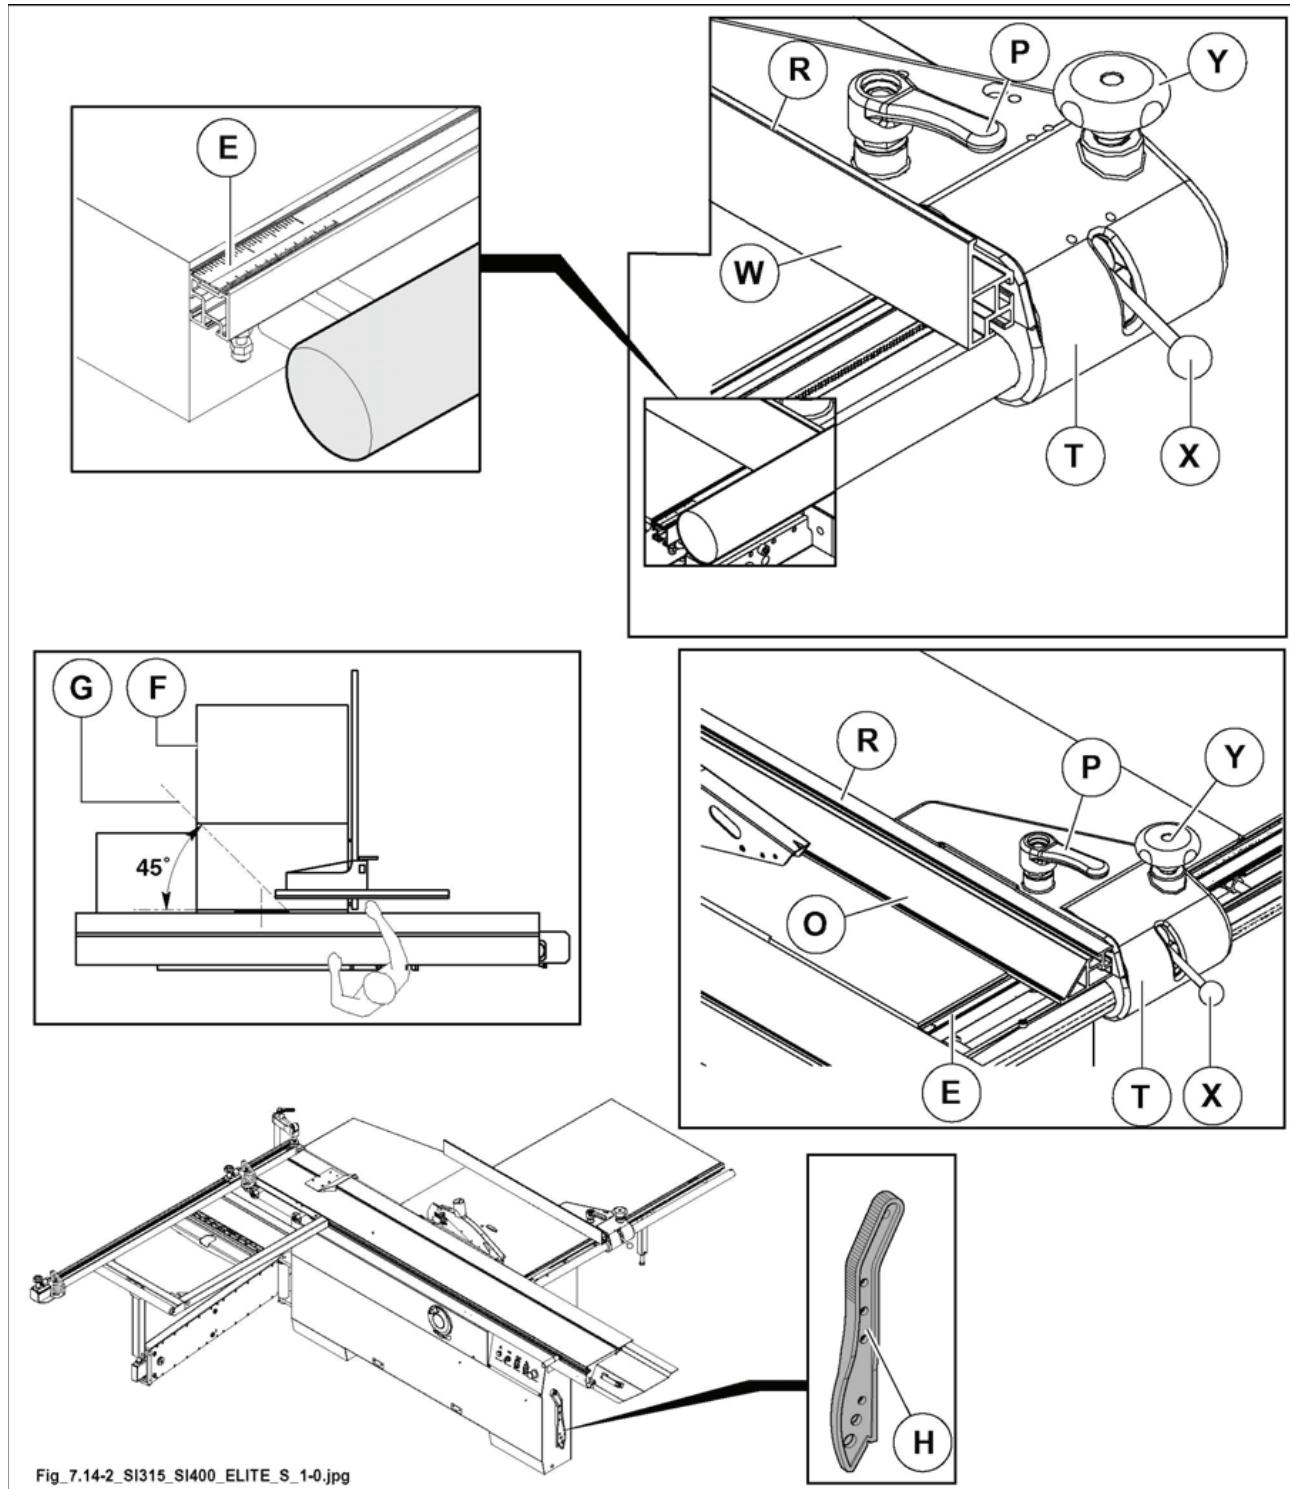

Рис. 7.14-2
Линейка (R рис. 7.14-2) имеет возможность продольного смещения, после разблокировки рычага (Р рис. 7.14-2); после завершения каждого позиционирования, затянуть рычаг.
передний конец линии никогда не должен выступать из конца на стороне поверхности (F рис. 7.14.2), а должен переходить к воображаемой линии (G рис. 7.14.2), которая начинается с первым зубом резца и проходит на 45° вперед. Это необходимо для того, чтобы избежать зацепления восходящих зубьев за детали и оператора.
Линейка R (рис. 7.14-2) может принимать 2 положения. Для этого ослабить рычаг Р (рис. 7.14-2).
- 1) Вертикальное положение с боковиной (W рис. 7.14-2), повернутой к элементу.
- 2) Горизонтальное положение (O рис. 7.14-2) для резов тонких элементов и для наклонных резов.
данное положение позволяет создать пространство для продвижения древесины при помощи толкателя (H рис. 7.14-2), который входит в комплект станка.
- 3) После установки линейки снова затянуть рычаг Р (рис. 7.14-2).
- Ослабить ручку (Х рис. 7.14-2);
- вручную сдвинуть группу направляющей (Т рис. 7.14-2), сверяясь с показаниями метрической линейки (Е рис. 7.14-2).
- толкнув ручку (Y рис. 7.14-2) и повернув ее.
- Закончив регулировку, затянуть ручку (Х рис. 7.14-2).